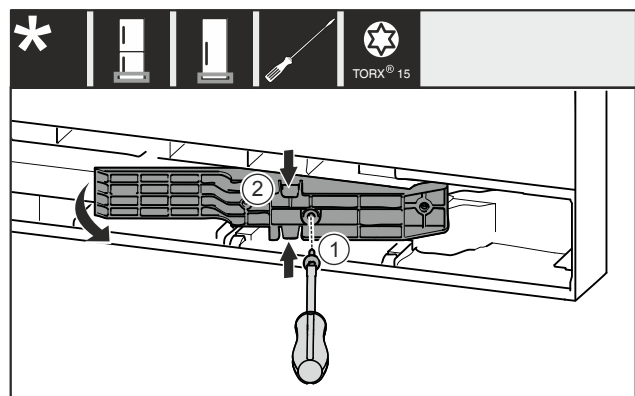

Fig. 22 *
- ▶ Odstráňte skrutku Fig. 22 (1).*
- ▶ Zľahka stlačte adaptér Fig. 22 (2) nahor a nadol a vytiahnite ho.*